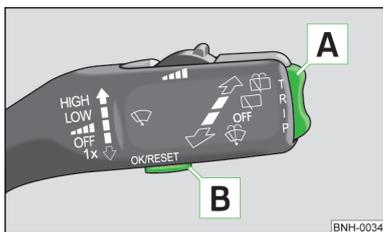

Fig. 5
Pour commuter la mémoire, appuyez sur la touche **[B]** » fig. 5 » page 13.
L'interrupteur **A** » fig. 5 et la touche **B** se trouvent dans la poignée de la manette des essuie-glaces.
➤ Donnez une impulsion sur la touche **B** » fig. 5.
➤ Appuyez sur la partie supérieure ou inférieure de la touche à bascule **A** » fig. 5. Ceci permet de faire afficher successivement les fonctions individuelles du visuel multifonction.
- Appuyer de façon prolongée sur la touche **B** » fig. 5.
Un symbole représentant un flocon de neige (avertissement de verglas) s'affiche et un signal sonore retentit si la température extérieure descend en-dessous de + 4 °C. Après avoir appuyé sur l'interrupteur **A** » fig. 5 » page 13, la fonction représentée est la dernière qui a été affichée.
La durée du trajet depuis le dernier effacement de la mémoire apparaît sur le visuel. Pour déterminer la durée du trajet à partir d'un moment bien précis, remettez la mémoire à zéro au moment souhaité en appuyant sur la touche **B** » fig. 5 » page 13.
Remettez la mémoire à zéro avec la touche **B** » fig. 5 » page 13 pour déterminer la consommation de carburant moyenne sur une certaine période. Une fois la mémoire effacée, aucune valeur ne s'affiche sur le visuel sur les 300 premiers mètres.
Le trajet parcouru depuis le dernier effacement de la mémoire s'affiche sur l'écran » page 12. Pour déterminer la durée du trajet à partir d'un moment bien précis, remettez la mémoire à zéro au moment souhaité en appuyant sur la touche **[B]** » fig. 5 » page 13.
La vitesse moyenne en km/h depuis la dernière remise à zéro de la mémoire s'affiche sur le visuel » page 12. Si vous souhaitez calculer la vitesse moyenne de carburant pour une période précise, remettez la mémoire à zéro au début de la mesure au moyen de la touche **[B]** » fig. 5 » page 13.
- Actionnez la touche **[A]** » fig. 5 » page 13 pour sélectionner la commande de menu **Avertissement en cas de dépassement de la vitesse**.